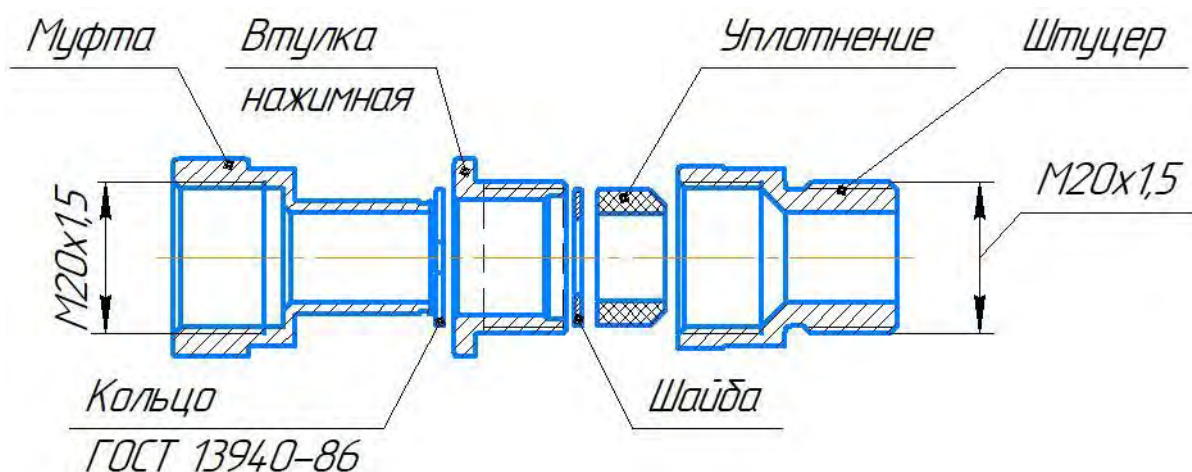

Рисунок 2. Кабельный ввод 20sPK
1.4.2.3 В корпусе есть три резьбовых отверстия M20×1.5. Одно из резьбовых отверстий предназначено для подсоединения взрывозащищенного кабельного ввода 20sPK (рисунок 2) или другого типа (маркировка 1Ex d IIC Gb X) с присоединительной резьбой M20x1,5 и с уплотнительной резиновой втулкой. Подключаемый кабель, проложенный в трубе, служит для подачи питания и обмена сигналами с внешними устройствами. Наружный диаметр кабеля от 6.1 до 11.7 мм.